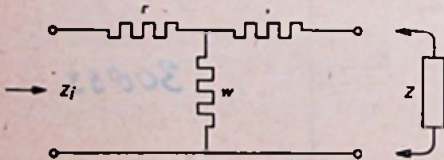

Fig. 45 30900
C. Belast met een impedantie (Z) (fig. 45)